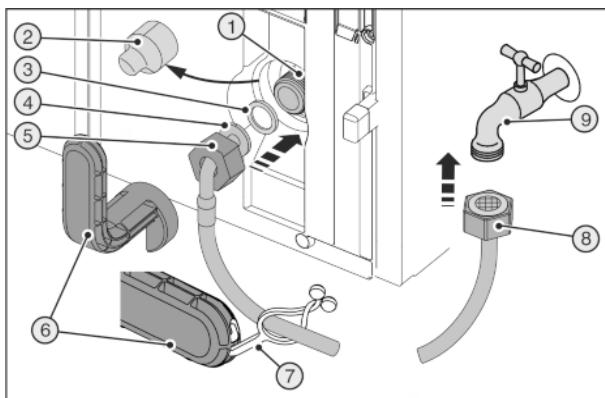
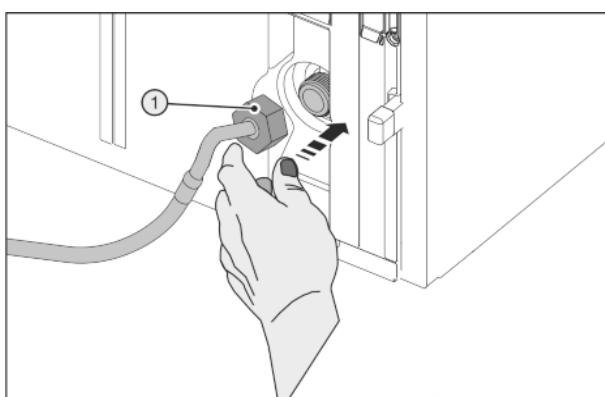

Fig. 48
Fig. 49
Zlomený pomocný nástroj Fig. 48 (6)!
- Používejte pomocné nástroje Fig. 48 (6) výhradně při pokojové teplotě.
- Stáhněte kryt Fig. 48 (2).
- Usnadněná montáž: Rovný konec hadice Fig. 48 (8) položte doleva na podlahu.
- Matici Fig. 48 (5) posuňte přes zahnutý konec hadice Fig. 48 (4) až na konec a držte.
- Těsnění Fig. 48 (3) navlhčete a přitlačte do matice Fig. 48 (5).
- Těsnění Fig. 48 (3) leží na plocho a je lehce přidržováno.
- Nasadte opatrně matici Fig. 49 (1) a dvěma prsty ji rovně našroubujte na závit, až je dosaženo bezpečné usazení.
- Matici Fig. 49 (1) utahujte pomocným nástrojem Fig. 48 (6) ve směru hodinových ručiček, až je dosažen maximální utahovací moment a pomocný nástroj Fig. 48 (6) se přetáčí.
- Našroubujte matici Fig. 48 (8) na uzavírací kohout Fig. 48 (9).
- Matici Fig. 48 (8) utahujte pomocným nástrojem Fig. 48 (6) ve směru hodinových ručiček, až je dosažen maximální utahovací moment a pomocný nástroj Fig. 48 (6) se přetáčí.
- Otevřete uzavírací kohout Fig. 48 (9) na přívodu vody a prověřte těsnost celého vodního systému.
- Zahákněte styčník Fig. 48 (7) do pomocného nástroje Fig. 48 (6) a upevněte k uschování na nerezové hadici.